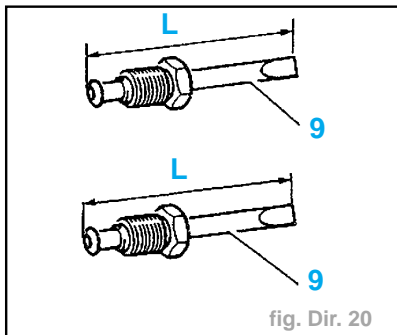

fig. Dir. 20
- Outillage à réaliser (fig. Dir. 20) :
- Monter sur la valve les deux embouts (9) (fig. Dir. 20 et 22).